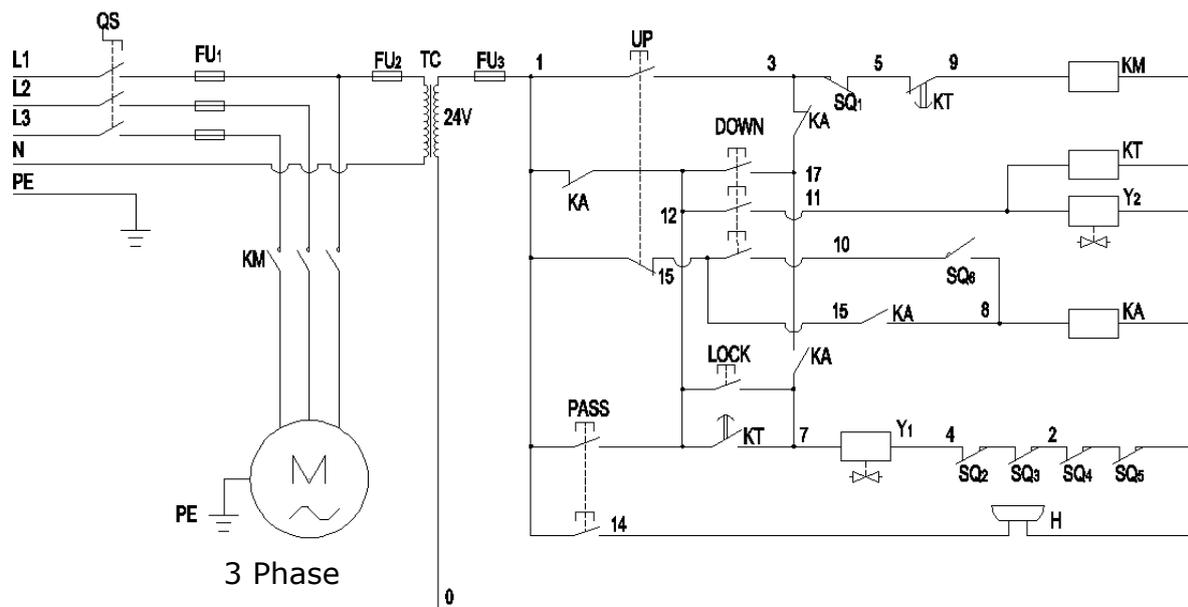

Fig.36
5.3 Diagrama do circuito de 380V (Ver Fig.36).